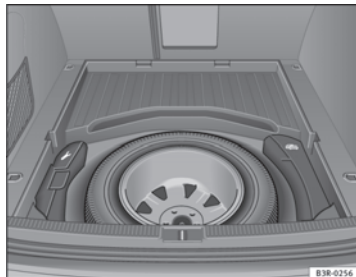

Fig. 192 Ruota di scorta con cerchio in acciaio
- Rimuovere la rotella girandola ⇒ fig. 192 in senso antiorario, se presente.